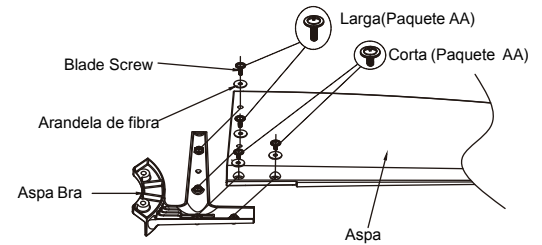

Fig. 15
Paso 1. Coloque un aspa por encima de un brazo del aspa con pasadores roscados tal como se muestra. Asegúrese de que el borde inferior del aspa se apoye por completo contra el brazo del aspa. Con ayuda de un destornillador Phillips, coloque (1) tornillo de aspa y (1) arandela dentro del aspa y del brazo del aspa (no ajuste); repita con los tornillos (3) y las arandelas (3) restantes de las aspas. Ajuste bien cada tornillo. Asegúrese de que el aspa esté instalada en forma horizontal. Repita los pasos con cada una de las aspas restantes. (Fig. 15)
Recuerde: Hay dos tipos de tornillos de aspas (uno es corto y el otro es largo), ver la Fig. 15 para más detalles y asegurarse de que no estén utilizados de manera incorrecta.